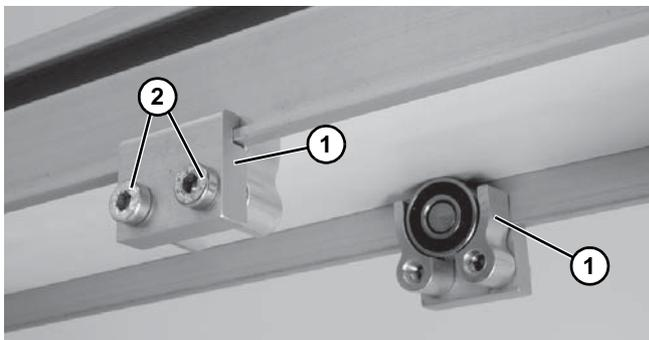

Figure 14
3. Installer les ensembles comme illustré sur la (Figure 14, élément 1). Serrer les vis (Figure 14, élément 2) au couple de 7 N.m.